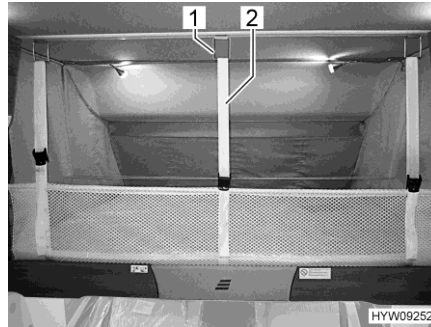

Fig. 63 Red de seguridad (cama elevada)
- Soltar los cinturones de retención (Fig. 63,2) y colocar la red de seguridad debajo del colchón.
- Enganchar los cinturones de retención (Fig. 63,2) en los ganchos (Fig. 63,1) del techo.